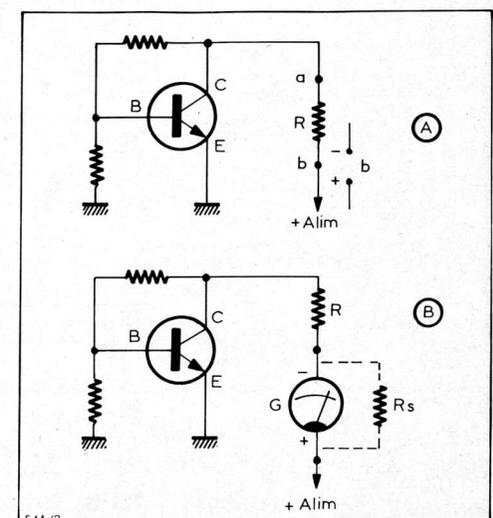

Fig. 2
Cette résistance shunt R_s est indiquée en (B) figure 2.
On a vu lors du commentaire du montage de la figure 2 que le milliampèremètre doit être intercalé dans le circuit dont on veut mesurer le courant qui le traverse. Il est évident